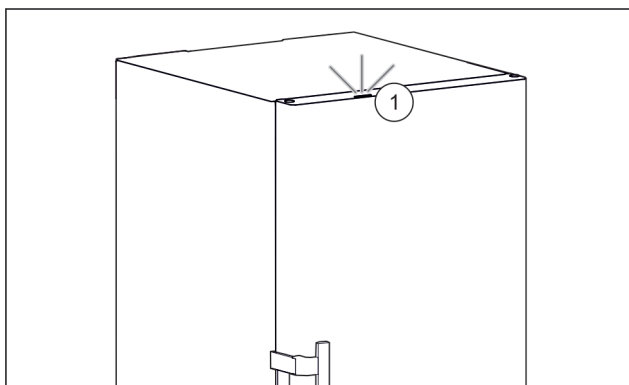

Fig. 89 Aktivno svjetlo statusa kada su vrata zatvorena
- ▶ Svjetlo statusa Fig. 89 (1) je aktivirano.